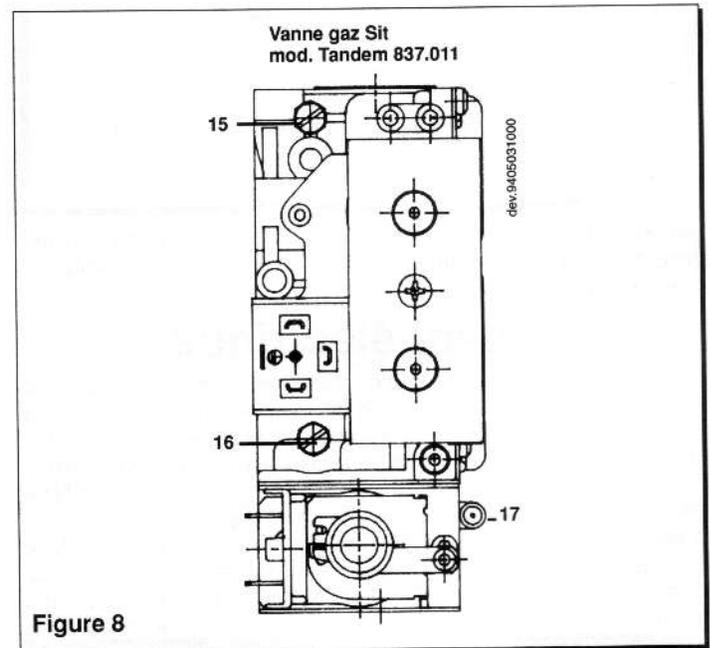

Figure 8
- * s'assurer que la pression dynamique d'alimentation de la chaudière, mesurée au niveau de la prise de pression (16) de la vanne gaz (figure 8 de la page 10) soit correcte.